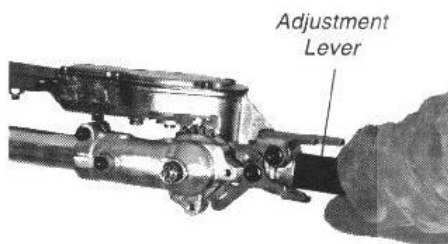

Figure 15
1. Pak met je rechterhand het handvat, zo dicht mogelijk bij de hand beschermkap. Pak met je linkerhand het afstellingshandvat van het snijdgedeelte. Zie fig. 15.